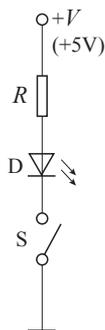

图 T4
5. 在图 T4 所示电路中，发光二极管导通电压  $U_D=1.5\text{ V}$ ，正向电流在  $5\sim 15\text{ mA}$  时才能正常工作。试求电阻  $R$  的选值范围。